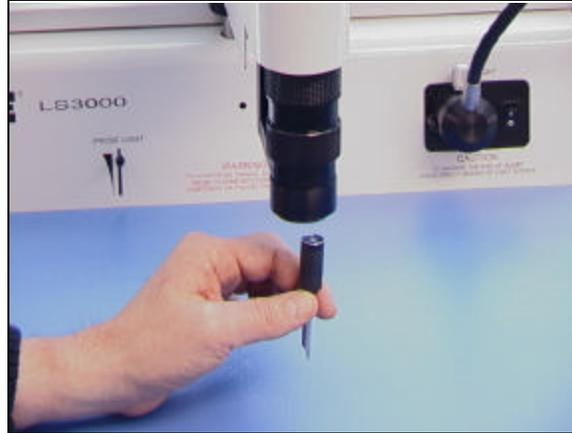

Abb. 10. Einsetzen der starren Sonde
- i. Montieren Sie die starre Sonde an der Kamerakopfbaugruppe, indem Sie sie vorsichtig wie in Abb. 10 gezeigt an der Unterseite des Kamerakopfs einführen.